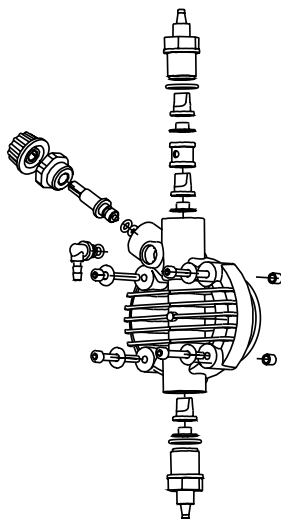

Fig. 10
- 3. Eliminare dal corpo pompa tutto il liquido presente, smontando e rimontando il corpo pompa utilizzando le quattro viti di fissaggio (Fig. 10).**
3. Eliminare dal corpo pompa tutto il liquido presente, smontando e rimontando il corpo pompa utilizzando le quattro viti di fissaggio (Fig. 10).
2. Controllare almeno ogni 6 mesi il funzionamento della pompa, la tenuta delle viti e delle guarnizioni, per liquidi particolarmente aggressivi effettuare controlli anche più frequenti, controllare in particolare la concentrazione dell'additivo nell'impianto; una riduzione di tale concentrazione potrebbe essere determinata dalla usura delle valvole (che in tal caso vanno sostituite facendo attenzione nel rimontarle come in Fig. 10) o dall'intasamento del filtro che va pulito come al successivo punto 3.
Per effettuare questa operazione, se l'apparecchiatura non è fissata all'impianto si può farla pulsare per pochi secondi (15-30) tenendola capovolta e senza tubetti collegati ai raccordi, se ciò è impossibile smontare e rimontare il corpo pompa (Fig. 10), utilizzando le quattro viti di fissaggio.
Data la robustezza del sistema, guasti meccanici veri e propri non se ne verificano. Talvolta possono verificarsi perdite di liquido da qualche raccordo o ghiera fissatubo allentati, o più semplicemente dalla rottura del tubetto di mandata. Raramente eventuali perdite potrebbero essere determinate dalla rottura della membrana o dall'usura della guarnizione di tenuta della membrana stessa. Questi componenti in tal caso vanno sostituiti smontando le quattro viti del corpo pompa (Fig. 10), rimontando tali viti, serrarle in modo uniforme. Una volta eliminata la perdita, occorre pulire la pompa dosatrice da eventuali residui di additivo che ristagnando potrebbero aggredire chimicamente la cassa della pompa.
- Smontare le valvole di aspirazione e mandata, pulirle e rimontarle nella stessa posizione (Fig. 10). Nel caso in cui si riscontrasse un rigonfiamento di dette valvole, verificare sull'apposita tabella la compatibilità dell'additivo con il tipo di valvola montata sulla pompa (valvola standard in Viton; su richiesta valvole a sfera).